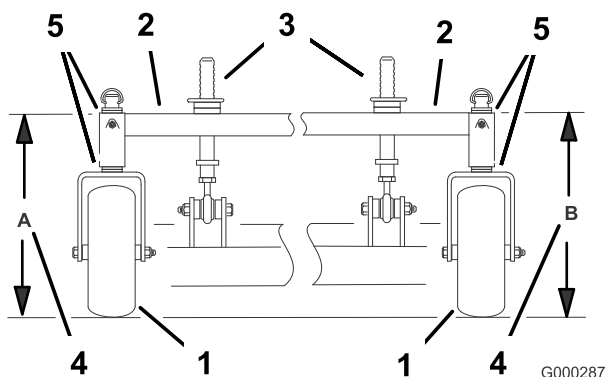

Рисунок 57
4. Измерьте высоту несущей рамы в точке А (Рисунок 57).
5. Измерьте высоту несущей рамы в точке В (Рисунок 57).